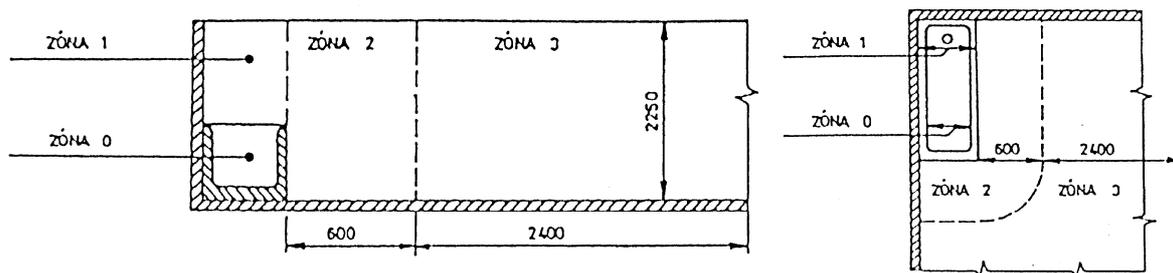

Рис. 1
- котел может быть установлен в обычной среде. Котел запрещается устанавливать в ванных комнатах и душевых (в зонах 0, 1, 2, 3 – см. рис.1, стр. 10).